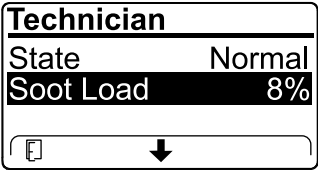

Рисунок 32
- Посмотрите объем сажи, измеряемый в виде процентов в DPF (Рисунок 32); см. таблицу объема сажи.